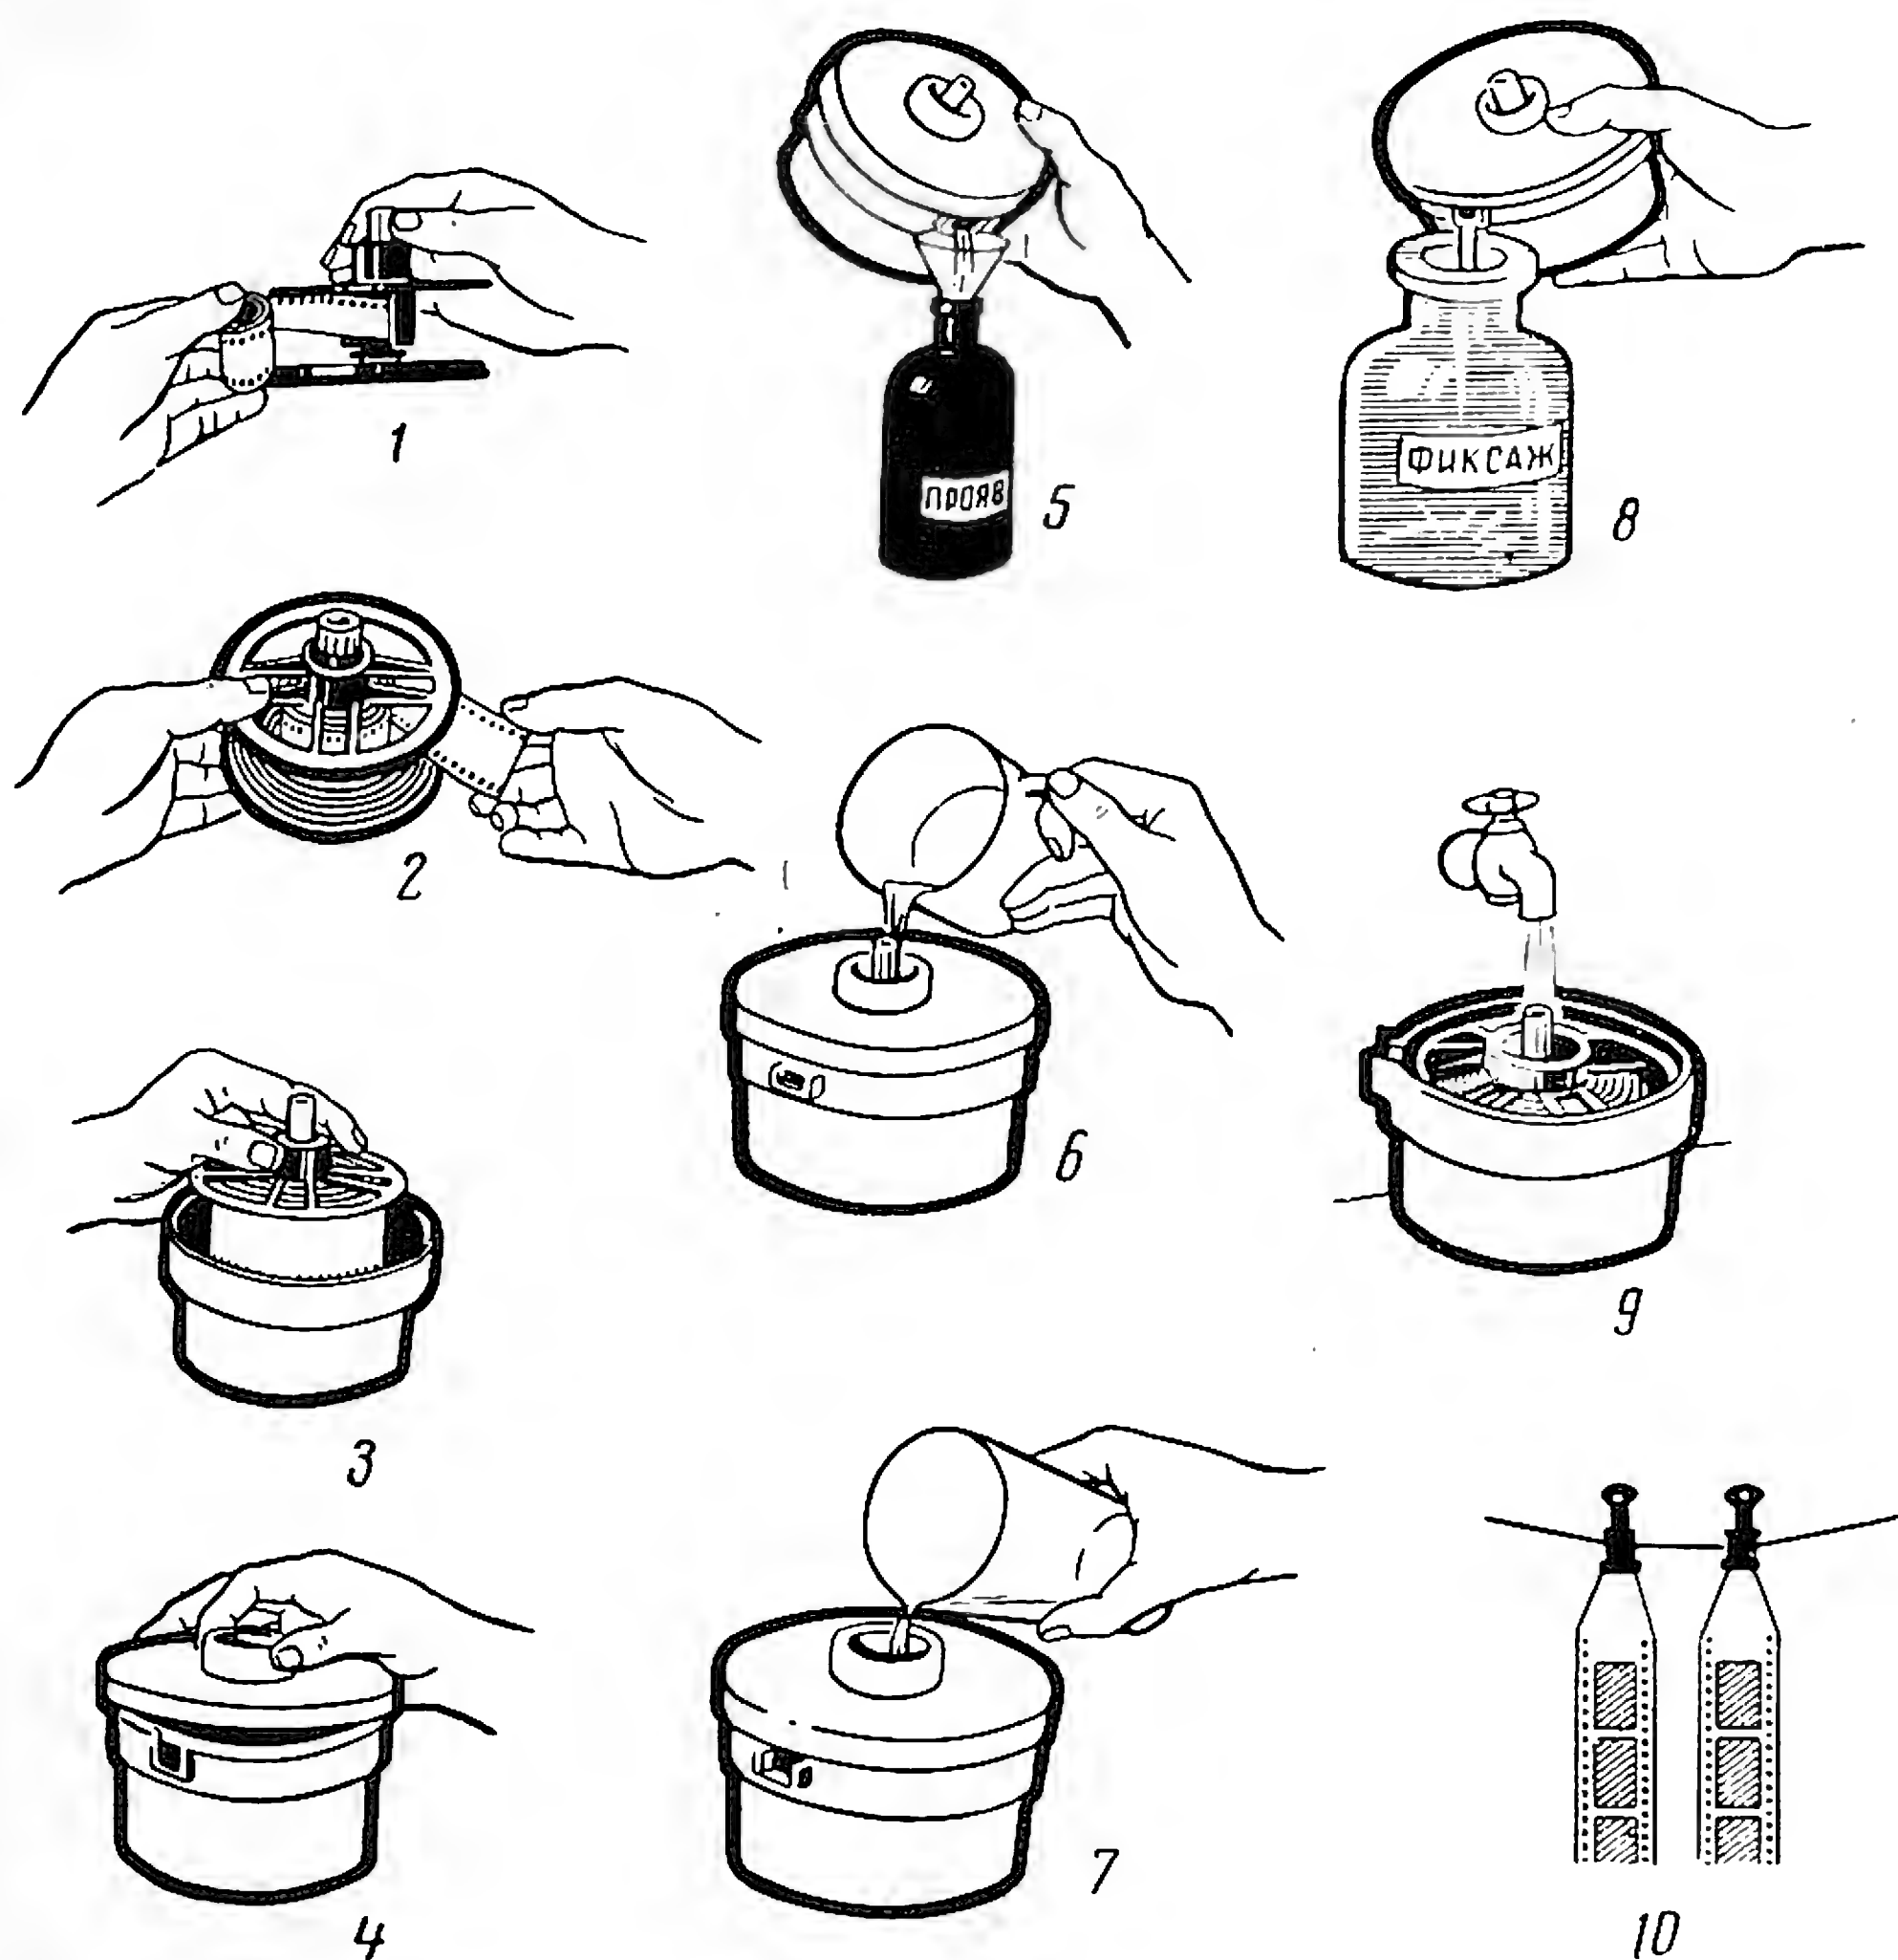

Рис. 137. Последовательность операций проявления узкой пленки в односпиральной бачке
гурным) концом внутрь, перемотайте ее, чтобы этот конец оказался снаружи. Теперь, руководствуясь рис. 137, на котором в последовательном порядке показаны все операции обработки пленки, сделайте первую операцию (1), т. е. соедините наружный конец пленки с осью катушки бачка. Для этого надо вдвинуть снаружи небольшой (3—4 см) конец пленки в вырез, имеющийся во втулке верхнего диска, а затем насадить эту втулку вместе с пленкой на ось так, чтобы конец пленки оказался зажатым между осью и втулкой.